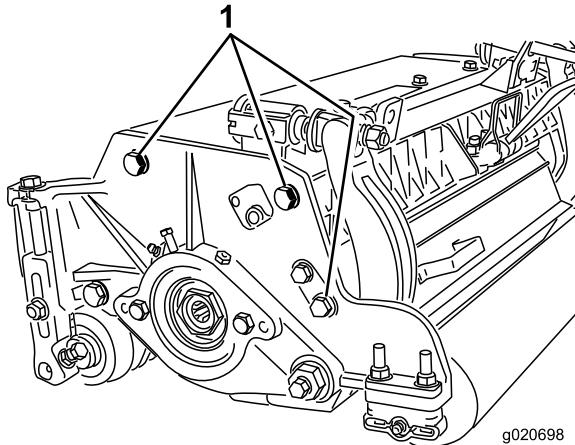

**Figura 14**
- Regolate le staffe del rullo posteriore (Figura 14) in base all'altezza di taglio desiderata posizionando il numero di distanziali necessari sotto la flangia di montaggio della piastra laterale (Figura 14) conformemente alla tabella delle altezze di taglio.